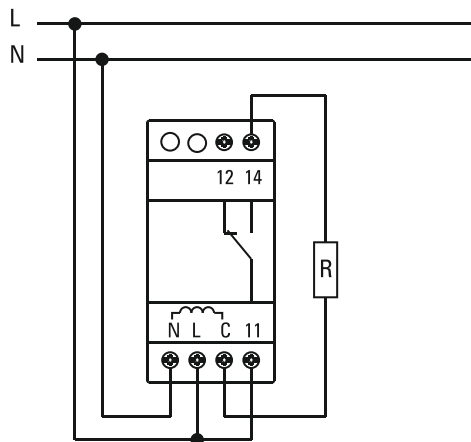
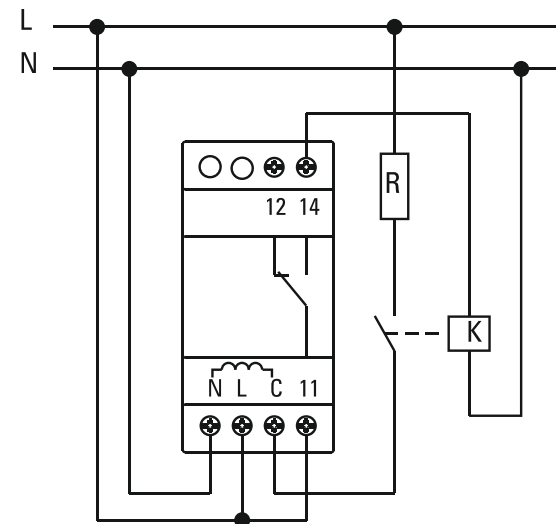

Рис. 4 Нагрузка с потребляемой мощностью не более 2 кВт
Рис. 5 Нагрузка с потребляемой мощностью более 2 кВт, требуется применение контактора
- Контролируемый контур подключить согласно одной из проведенных ниже схем. (рис.4, рис.5)